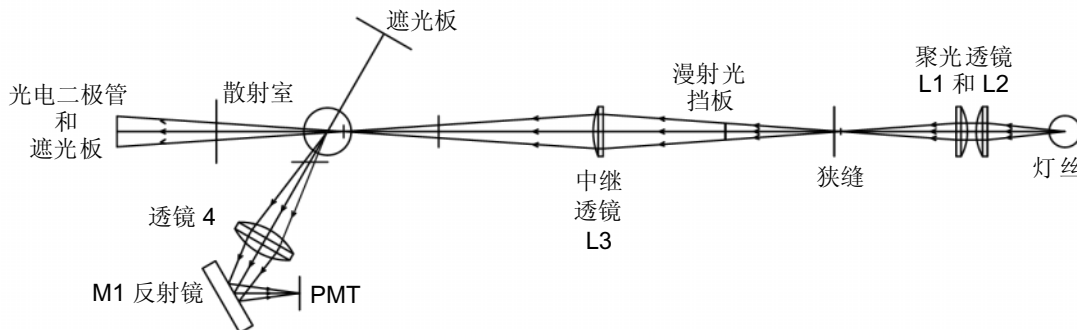

图 1-3 2420 ELS 检测过程（示意图）
- 两个聚光透镜（L1 和 L2）将灯光聚到狭缝处（图 1-3）。
- 两个用于聚光的凸透镜 L1 和 L2 (图 1-3)